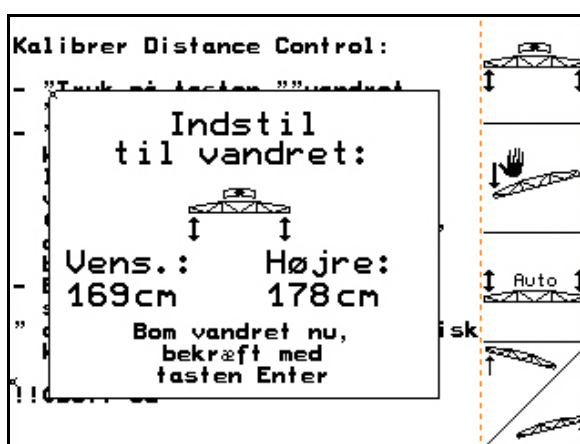

Fig. 17
4. Juster sprøjtebommen vandret. Den aktuelle højde for begge sensorer vises konstant (Fig. 17).